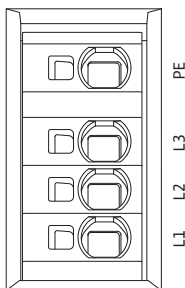

Fig. 28: Leistungsklemmen (Netzanschlussklemmen)
- Leistungsklemmen (Netzanschlussklemmen) (Fig. 28)